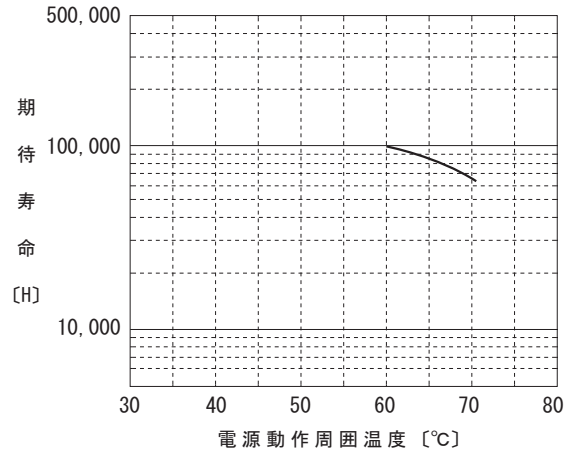

図 7.1 ファン推定寿命
- ・標準品との相違点は図 7.1（ファン推定寿命）の通りです。